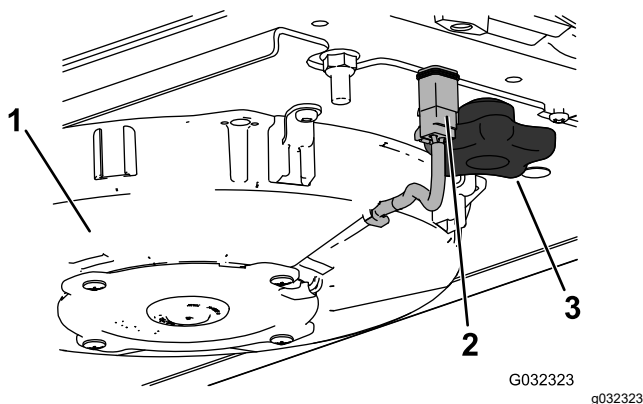
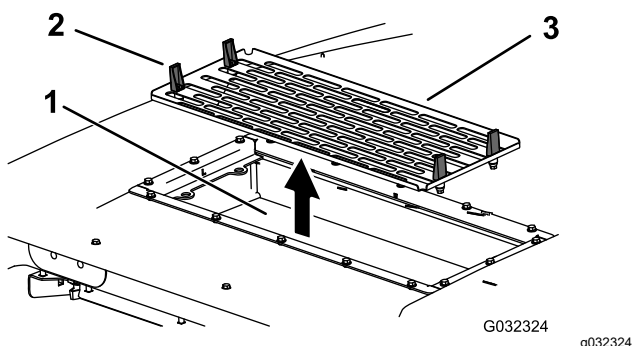

Bild 96
Bild 97
- Bauen Sie Luftfilter, Gitter und Klimaanlage wieder ein (Bild 94, Bild 96 und Bild 97).
- Schließen Sie das Kabel jedes Lüfters an (Bild 96).